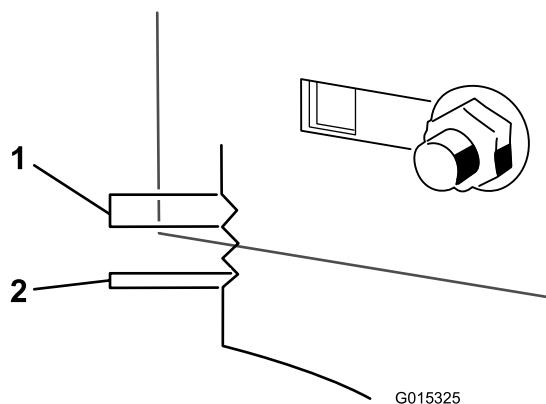

Figura 53
10. Utilice las muescas del soporte soldado para medir la cantidad de ajuste. Cada muesca completa equivale a 0.25 pulgadas, y un solo lado equivale a 0.125 pulgadas (Figura 53). Ajuste la carcasa de corte a la altura deseada.